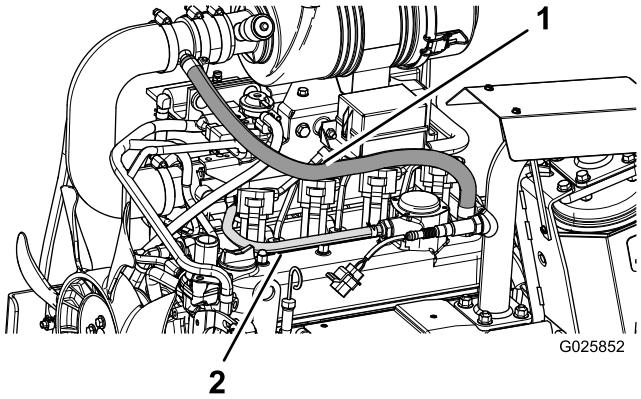

Figura 11
10. Localice la manguera de vacío del sistema PCV del motor (Figura 11). Marque el punto intermedio y corte esta manguera por la mitad. Conecte los 2 extremos cortados de la manguera usando el acoplamiento en T de 1/4 pulgada.
12. Localice la manguera de ventilación del cárter que va desde la tapa de balancines del motor hasta el acoplamiento en T de la entrada del limpiador de aire (Figura 11). Marque el punto intermedio y corte esta manguera por la mitad. Conecte las mangueras usando el acoplamiento en T de 1/2 a 5/16 pulgada.